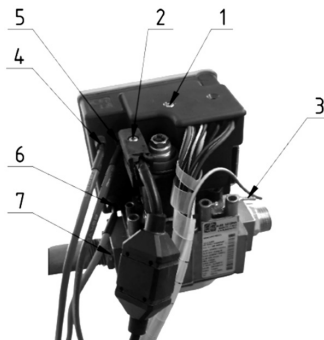

Рис.21 Схема подключения элементов управления газогорелочного устройства
- отсоединить клапан „SIGMA843” от газового коллектора газогорелочного устройства в следующем порядке (рис.21) : отсоединить клеммы и снять электроды розжига (поз.4, 5) и электрод ионизации (поз.6) с блока ABC и отсоединить их от панели газогорелочного устройства; открутить винт крепления кабеля питания к клапану „SIGMA843” (поз.2) и снять кабель питания; отсоединить клемму и снять кабель заземления (поз.3) с клапана „SIGMA843” ; открутить винт крепления блока ABC к клапану „SIGMA843” (поз.1) и снять блок ABC с электропроводами с клапана „SIGMA843”, временно закрепить его на корпусе котла.